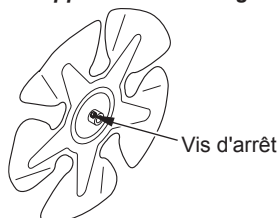

Figure 7 - Emplacement de la vis d'arrêt
3. Utilisez une clef hexagonale pour desserrer la vis d'arrêt qui retient le ventilateur à l'arbre moteur (voir figure 7). Retirez le ventilateur. Prenez garde de ne pas endommager le pas des pales du ventilateur.
3. Utilisez une clef hexagonale pour desserrer la vis d'arrêt qui retient le ventilateur à l'arbre moteur (voir figure 7, page 7).